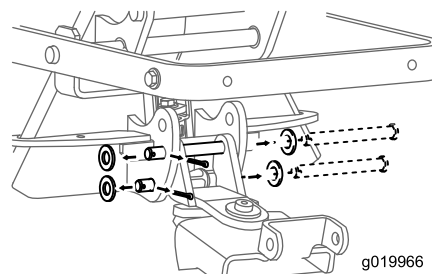

Figura 1
1. Rimuovete ed eliminate le coppiglie e i perni con testa che assicurano la staffa e l'estremità inferiore del meccanismo di fermo (Figura 1).